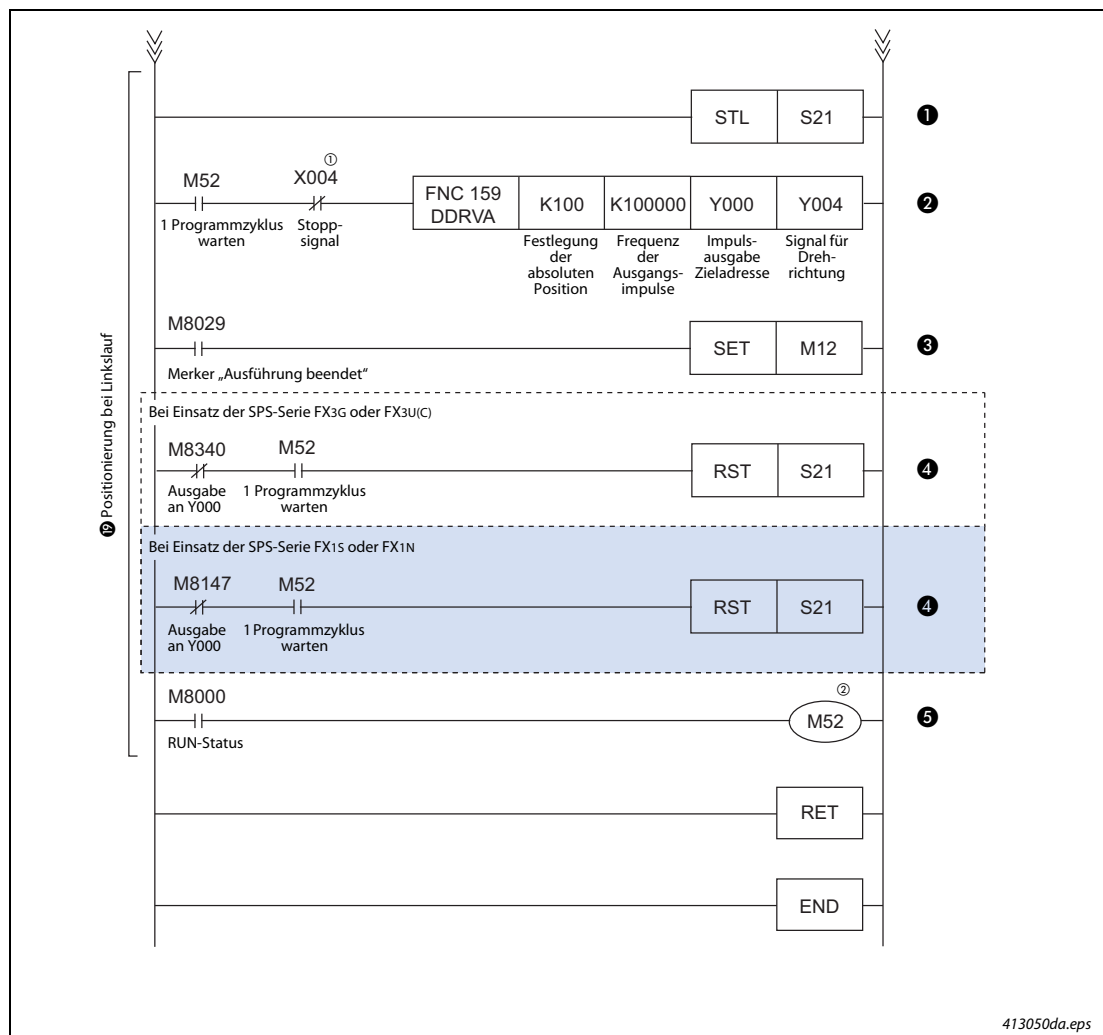

Abb. 4-3: Kontaktplan des Programmbeispiels (4)
①	Nullpunktfahrt
②	Anweisung für die Nullpunktfahrt DZRN (Löschsignal CLEAR: Y010 (FX3G, FX3U(C)), Y002 (FX1S, FX1N))
③	Merker „Nullpunktfahrt beendet“
④	Ende der Nullpunktfahrt (Selbstrücksetzung)
⑤	Wartezeit 1 Programmzyklus
⑥	Positionierung bei Rechtslauf
⑦	Mit der Anweisung DDRVA „Verfahren zu absoluter Position“ wird auf die absolute Position 500 000 verfahren (Y004 = EIN).
⑧	Der Merker „Positionierung bei Rechtslauf beendet“ wird aktiviert.
⑨	Die Positionierung bei Rechtslauf wird beendet (Selbstrücksetzung).
Tab. 4-5: Beschreibung des Kontaktplans in Abb. 4-3 (3)